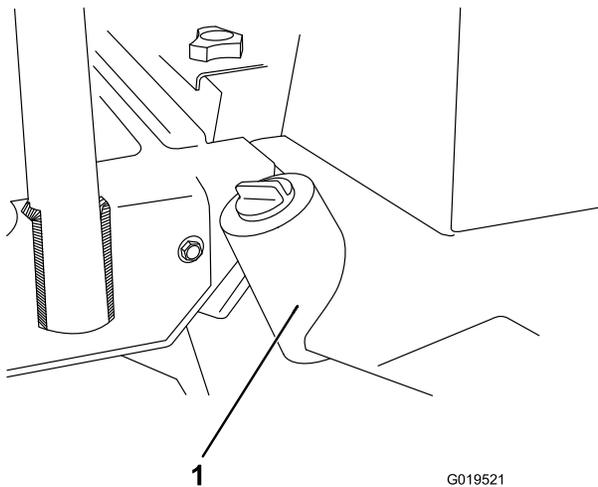

Figura 74
2. Retire el tapón de vaciado del fondo del depósito (Figura 74) y deje fluir el aceite hidráulico a un recipiente. Instale el tapón y apriételo cuando el aceite hidráulico se haya drenado.